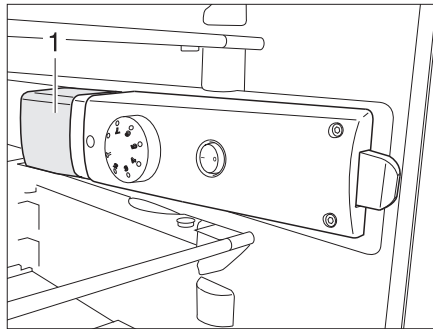

Fig. 282 Lámpara de frigorífico
- Agarrar atrás abajo la tapa de la lámpara (Fig. 282,1) y levantarla aprox. 3 mm.